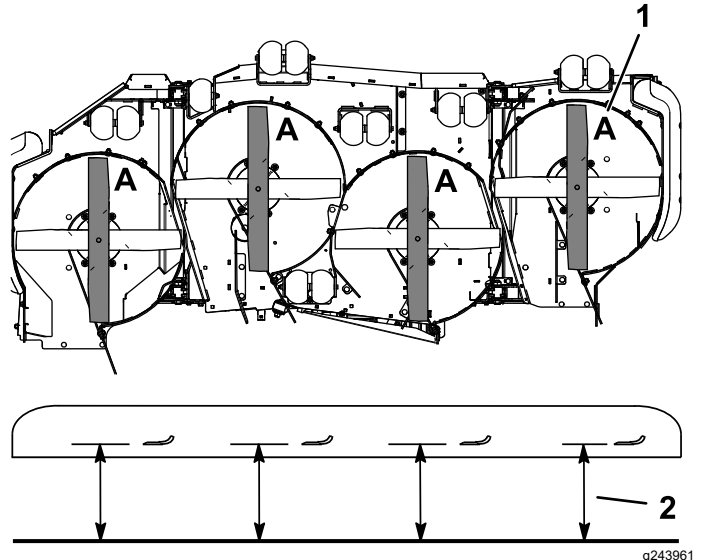

Figura 77
3. Gire las cuchillas hasta que los extremos estén orientados hacia adelante y hacia atrás (Figura 77).
4. Mida desde una superficie nivelada hasta el filo de corte, posición A, de las cuchillas (Figura 77).